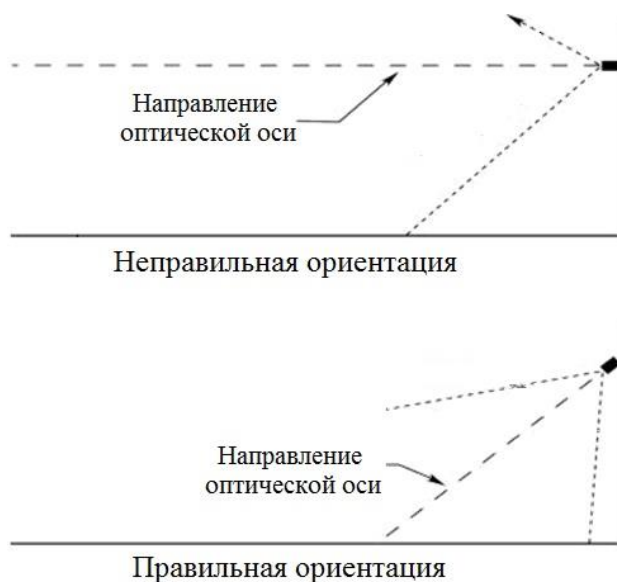

Рисунок 3 – Установка ИК-прожектора по отношению к горизонту
- ИК-прожектор рекомендуется нацеливать на объект по нисходящей под углом к горизонту, по крайней мере, 10 - 20 градусов (см. рис. 3). Такая установка предотвращает скопление влаги на смотровом окне.